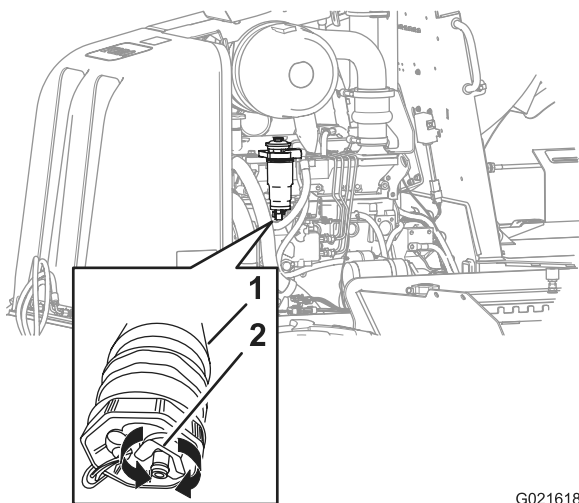

Figura 50
2. Collocate una piccola bacinella di spurgo sotto il filtro del carburante secondario (Figura 50).
3. Ruotate di 2 o 3 giri in senso antiorario la valvola di spurgo sul fondo del filtro del carburante secondario e spurgate tutta la condensa e i sedimenti dal separatore di carburante/condensa del filtro del carburante (Figura 50).
4. Quando vedete il carburante pulito, ruotate la valvola di spurgo in senso orario fino a chiuderla (Figura 50).